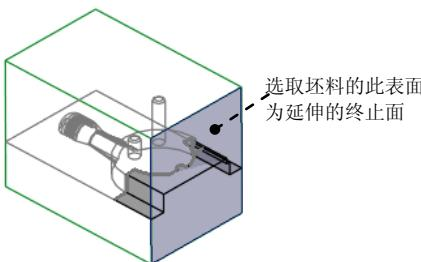

图 10.18 选取延伸的终止面
② 在系统 **选择曲面延伸所至的平面** 的提示下, 选取图 10.18 所示的坯料的表面为延伸的终止正面。